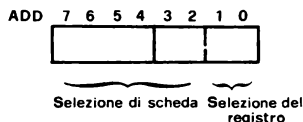
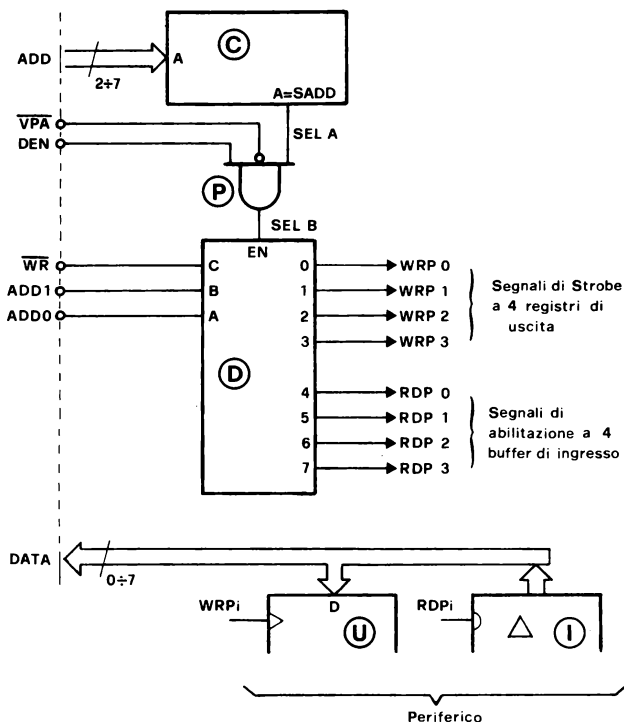
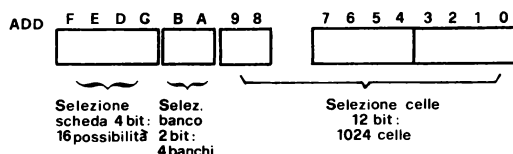

Fig. I.3 - Selezione dei registri di I/O
Fig. I.4 - Schema a blocchi di una scheda di interfaccia con un periferico. Di quest'ultimo è indicata solo la parte direttamente con il bus dati.
Fig. I.9 - Selezione delle celle di memoria: esempio per una scheda da 4 Kbyte (4 banchi da 1 K ciascuno).
Per chiarire questo concetto, conviene considerare gli 8 bit di selezione ADD 0-7 divisi in due campi, rispettivamente per individuare la scheda (cioè il blocco di indirizzi), e per selezionare i diversi registri presenti su questa. Nell'esempio di fig. I.3, i 6 bit più significativi (ADD 7-2) individuano la scheda (64 combinazioni possibili), ed i 2 bit ADD0, 1 selezionano i registri interni (4 possibilità). La separazione tra registri di ingresso e di uscita ha luogo tramite la linea WRITE. A questo punto è già delineato lo schema a blocchi di una interfaccia con registri separati (fig. I.4).
- 1) Le interfacce complesse comprendono più registri ed hanno in genere circuiti interni di selezione. Questi assorbono in parte le funzioni del decoder ① e della Logica ② di fig. I.4.
Nel secondo caso (fig. I.7b), oltre al segnale di abilitazione sono presenti i due segnali RD e WR, analoghi a RDPi e WRPi di fig. I.4, che attivano rispettivamente operazioni di lettura e di scrittura sui registri interni selezionati con le linee di indirizzo.
Analogamente a quanto fatto per i periferici (fig. I.3), dividiamo anche i 16 bit di indirizzo della memoria in diversi campi, rispettivamente per selezionare una scheda, un determinato banco tra quelli presenti sulla scheda, e la specifica cella tra tutte quelle del banco. La fig. I.9 riporta un esempio di assegnazione dei diversi campi; in base a questa ciascuna linea di indirizzo deve essere portata al circuito adatto (selezione di scheda, di banco, di cella).